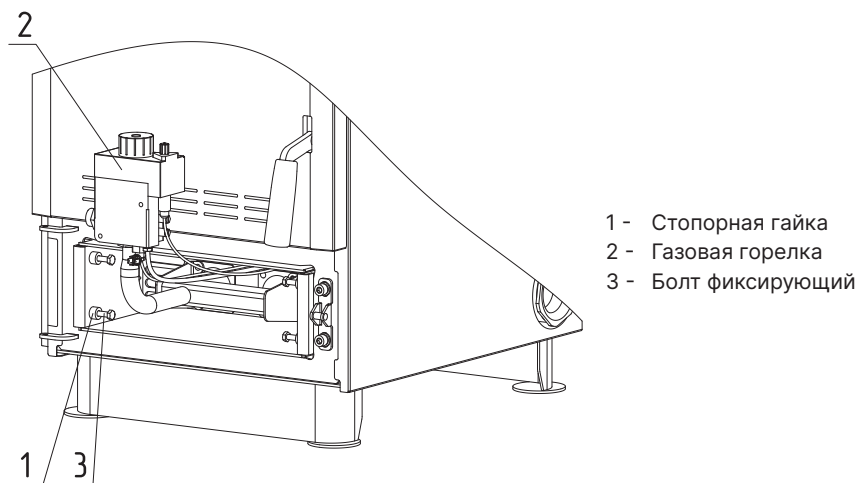

Рис. 6 Установка газовой горелки в зольник
6. Извлеките зольный ящик и установите газовую горелку (Рис. 6, поз. 2);
7. Закрепите газовую горелку фиксирующими болтами (Рис. 6, поз. 3) и стопорными гайками (Рис. 6, поз. 1).